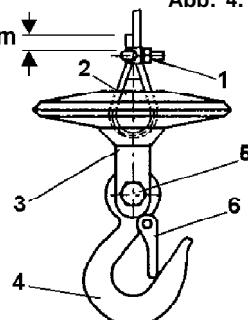

Abb. 4.1
- 4) Vor jeder Beförderung die einwandfreie Befestigung der Last am Haken prüfen und immer die Sicherung schließen (Bez. 6, Abb. 4.1).
Den Haken (Bez.4) durch Aufschrauben der Mutterschraube (Bez.5) ausbauen (Abb. 4.1).